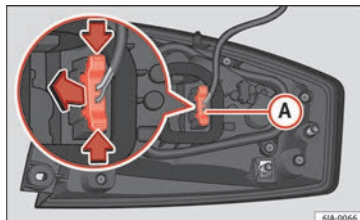

Fig. 154 Conector do farolim na parte posterior da unidade de luz traseira.
- Desligue o conector **A** » Fig. 154 do farolim acionando as alavancas laterais do mesmo (setas) e puxando o conector para o exterior.